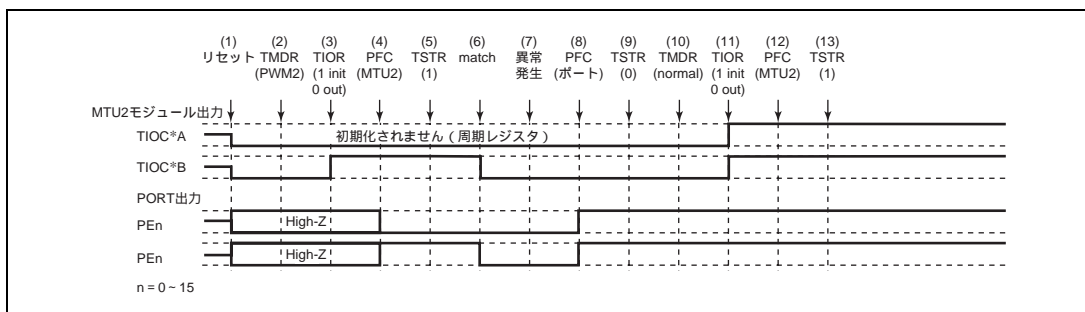

図 10.149 PWM モード 2 で異常が発生し、ノーマルモードで復帰する場合
PWM モード 2 で異常が発生し、再設定後ノーマルモードで再スタートする場合の説明図を図 10.149 に示します。
(1) ~ (9) は図 10.149 と共通です。
(10) PWM モード 1 を設定します。
(11) TIOR で端子を初期化してください (PWM モード 1 では TIOC\*B 側は初期化されません)。
(12) PFC で MTU2 出力としてください。
(13) TSTR で再スタートします。
(15) PWM モード 2 で動作中に異常が発生し、PWM モード 2 で再スタートする場合の動作
(10) PWM モード 2 で再スタートする場合には必要ありません。
(11) TIOR で端子を初期化してください (PWM モード 2 では周期レジスタの端子は初期化されません)。
(16) PWM モード 2 で動作中に異常が発生し、位相計数モードで再スタートする場合の動作
- (1) ~ (9) は図 10.149 と共通です。
- (10) 位相計数モードを設定します。
- (11) TIOR で端子を初期化してください。
- (12) PFC で MTU2 出力としてください。
- (13) TSTR で再スタートします。
(17) 位相計数モードで動作中に異常が発生し、ノーマルモードで再スタートする場合の動作